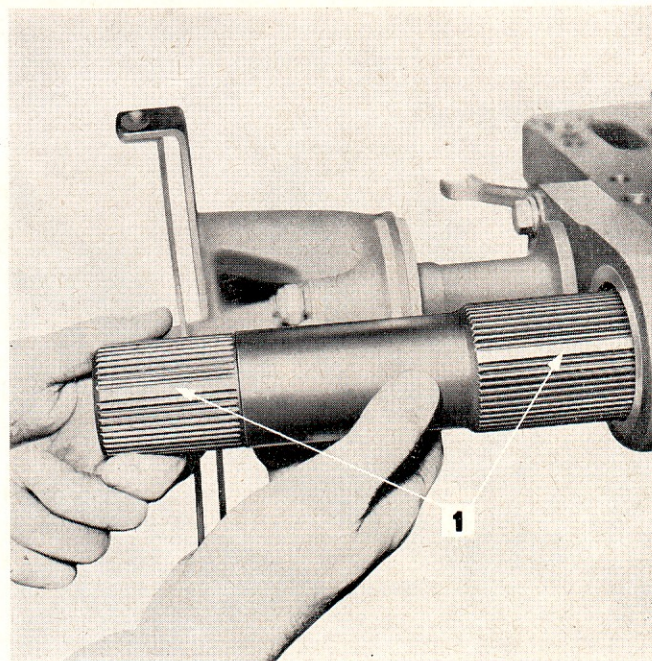

Figure 38: Pose de l'arbre transversal de relevage
11. Placer le bras de vérin dans le couvercle de relevage ainsi que la rondelle de butée, et poser l'arbre transversal (Figure 38).
de relevage, en alignant la cannelure maitresse du bras de relevage avec la cannelure correspondante de l'arbre (Figure 38).
14. Placer les bras de relevage sur l'arbre transversal, les cannelures maitresses dans le prolongement de celles de l'arbre transversal (Figure 38). Poser à chaque bout de l'arbre une rondelle de retenue, une rondelle arrêtoir et un boulon. Bloquer uniformément les boulons jusqu'à ce que les bras de relevage soient tout juste capables de s'abaisser par leur propre poids, sans jeu longitudinal entre les bras et le couvercle. Immobiliser les boulons dans cette position en rabattant les arrêtoirs.